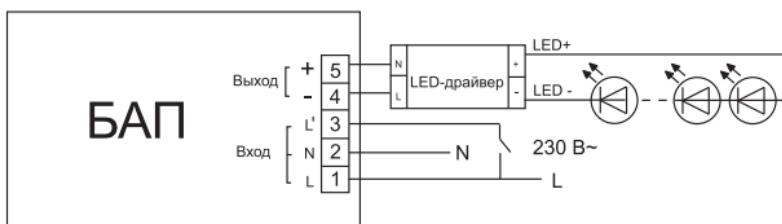

Рисунок 3
4.3.2 Постоянный режим. БАП подключается к светодиодному светильнику, а входные клеммы L и L', БАП закорачиваются (рисунок 3).